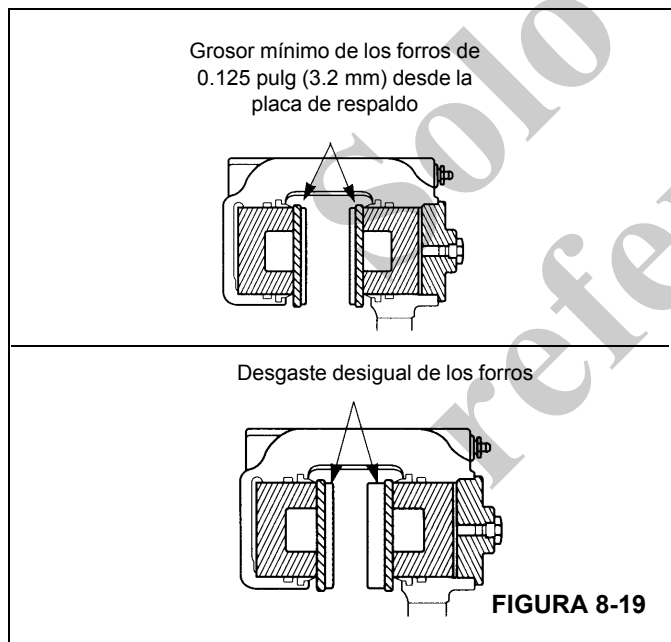

FIGURA 8-19
- **Desgaste de forros:** Reemplace los forros cuando su grosor mida menos de 0.125 pulg (3.2 mm) medido desde la placa de respaldo. Consulte la (Figura 8-19).
- **Desgaste no uniforme de forros:** Reemplace los forros si el grosor de los dos forros es significativamente desigual. Verifique que los émbolos funcionen correctamente. Reemplace el émbolo y/o la caja si uno de los émbolos se desvía dentro de su cavidad. Compruebe que la superficie del disco esté plana y paralela respecto a los forros. Consulte la (Figura 8-19).